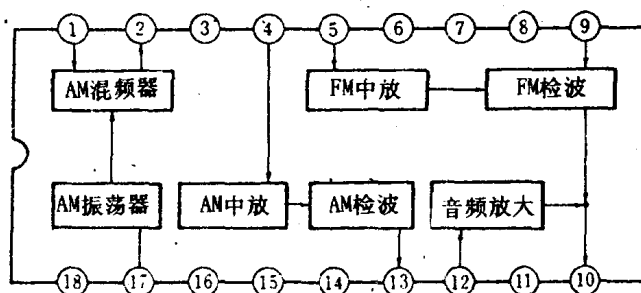

图 2 AN7220、AN7221 方框图
图 2 为 AN7220/AN7221 的方框图。其管脚作用是:①AM-IF 输入;②AM 混频输出;③ $V_{cc}(\text{AM})$;④AM-IF 输入;⑤FM-IF 输入;⑥IF 旁路;⑦IF 旁路;⑧地;⑨FM 检波线圈;⑩音频输出;⑪ V_{cc} ;⑫AM 音频放大输入;⑬AM 检波输出;⑭调谐指示器;⑮AGC 输入;⑯地 (AM);⑰本振;⑱AGC。